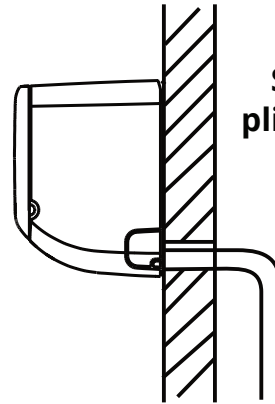

Fig. 6.3a
2. En vous basant sur l'exemple de la Fig. 6.3a, assurez-vous que votre tuyau de drainage fonctionne de la même manière. Les autres exemples de la Fig. 6.3 représentent les situations que vous devez éviter lors de l'installation de votre tuyau de drainage.
Veillez à disposer le tuyau de drainage conformément à la Fig. 6.3a.